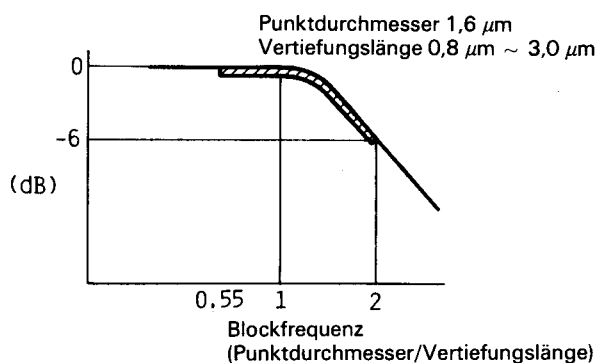

Abb. 44
Die als Vertiefungen auf der Disc gespeicherten Informationen werden von der vierteiligen Fotodiode, die vorn im Abschnitt über den AF-Schaltkreis erläutert wurde, aufgenommen. Die Informationen sind Output von IC01 (20)-Anschluß. Nachdem der obere Wertbereich zur Verstärkung mit einem Transversalfilter von Q03 ~ Q05, CPO1, 02 und IC05 korrigiert wurde, ist er Eingabe in den Anschluß (20) des IC01. Er wird von der Vergleichsschaltung auf dem IC01 verglichen und ist dann Ausgabe vom Anschluß (15) (Siehe Abb. 34.) Grundsätzlich wird bei der Korrektur der Verstärkung sowohl die Verstärkung als auch die Phase geändert. Wenn z.B. die Verstärkung um 3 dB in der ersten Ebene des CR-Filters korrigiert wird, verschiebt sich die Phase um 45 Grad. Jedoch bei einem Signal, das von einer Kompakt-Disc aufgenommen wurde, ändert sich die Frequenzdämpfung, aber die Phase oder die Verzögerungszeit ändert sich nicht. Die Frequenzdämpfung wird durch das Verhältnis zwischen den Größen von Durchmesser des aufgenommen Punktes und der Länge der Vertiefung (Siehe Abb. 44.) bestimmt.